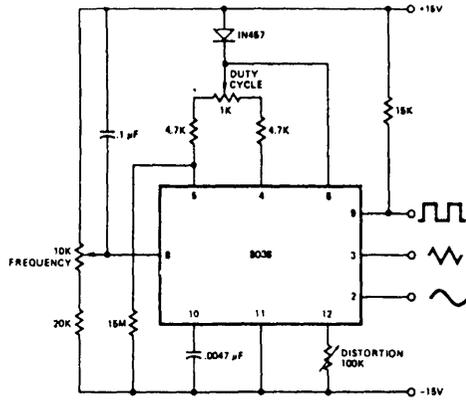

図13. 20Hzから20KHz, 周波数可変低周波発振器
**NOTE 3:** VSUPP = 20V; RA and RB = 10kΩ, f = 9kHz; Can be extended to 1000.1. See Figures 13 and 14.
A. なんといっても電位差はせいぜい数100mVであるから8038に影響を及ぼす危険はない。少しだけ高い電位を得る1つの方法は、8038と外部抵抗への供給電圧をそれだけ低くすることである。最も簡単にこれを行なうには、図13に示すようにピン6と抵抗RA及びRBと直列に1個のダイオードを入れればよい。こうして掃引レンジを1000:1に拡大することができる。